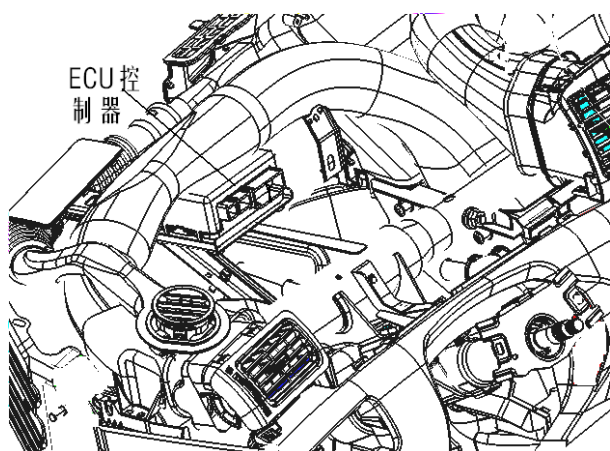

图11
(1) 将控制器上的电机连线和扭矩传感器连线拔出。如图11所示：